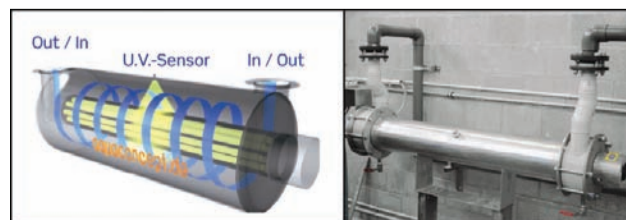

Abb. 6 **Microlight®**: Garantiert eine optimierte Durchlaufentkeimung.
- **Microlight®**: die Durchlaufentkeimung mit optimierter und patentierter Strömungshydraulik (Abb. 6). Die im Reaktor optimierten Strömungsverhältnisse gewährleisten eine „homogenisierte“ UV-Bestrahlung und erlauben dadurch wirksame UV-Desinfektion auch bei sehr hohen SAK (Spektraler Absorptionskoeffizient) Werten.